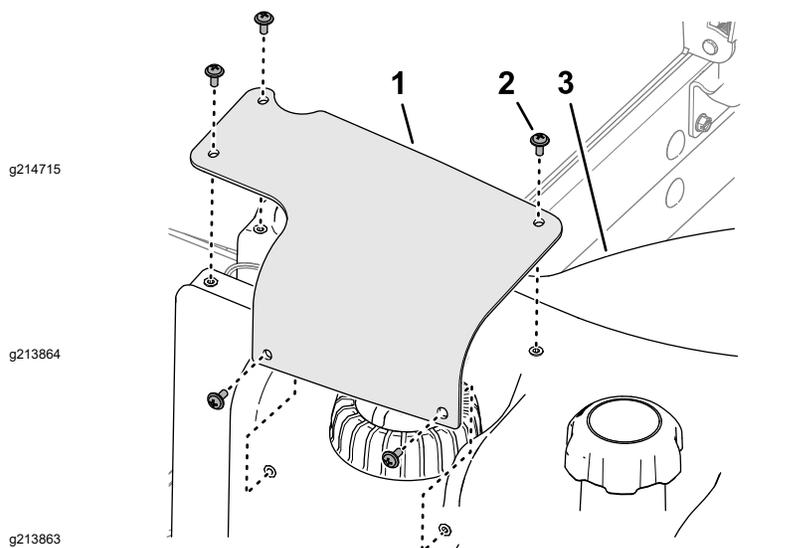

Рисунок 123
2. Отверните 5 винтов с крестообразным шлицем, которые крепят кожух датчика уровня топлива к топливному баку, и снимите кожух (**Рисунок 123**).